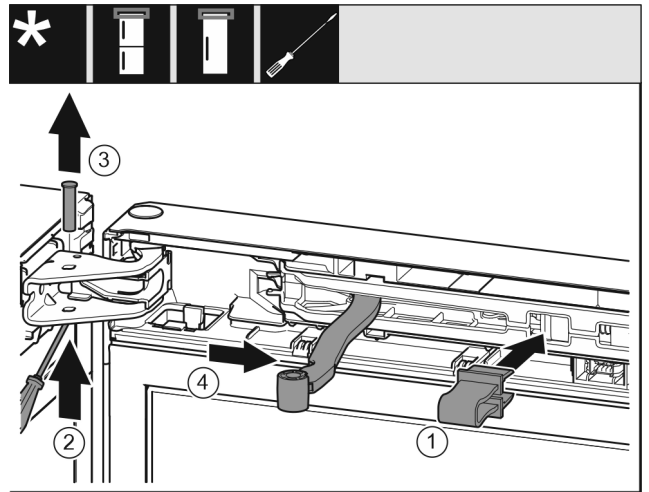

Fig. 9
► Pattintsa be a biztosítékot a nyílásba. Fig. 9 (1)
► Tolja ki a csapszeget csavarhúzóval. Fig. 9 (2)
► Vegye ki a csapszeget felfelé. Fig. 9 (3)
► Forgassa az ajtó irányába a csuklót. Fig. 9 (4)